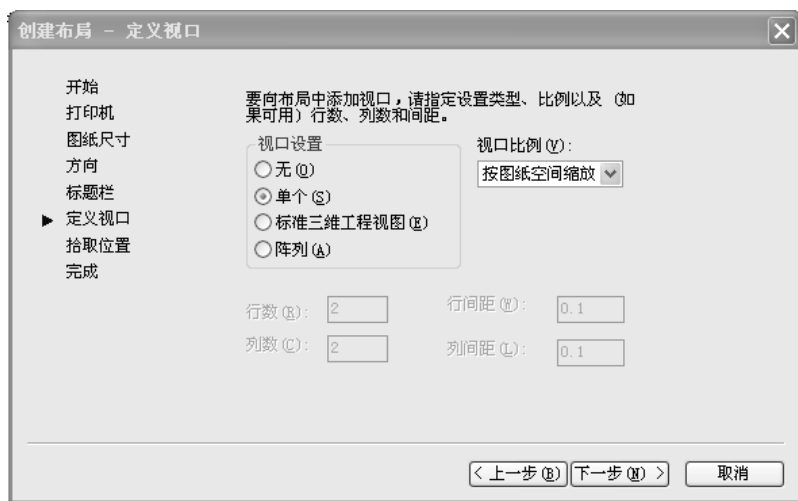

图 8-20 “创建布局-定义视口”对话框
(7) 单击 **下一步(N) >** 按钮, 弹出“创建布局-定义视口”对话框, 如图 8-20 所示, 确定布局中视口的个数和方式及视口中的视图与模型中图的比例关系。